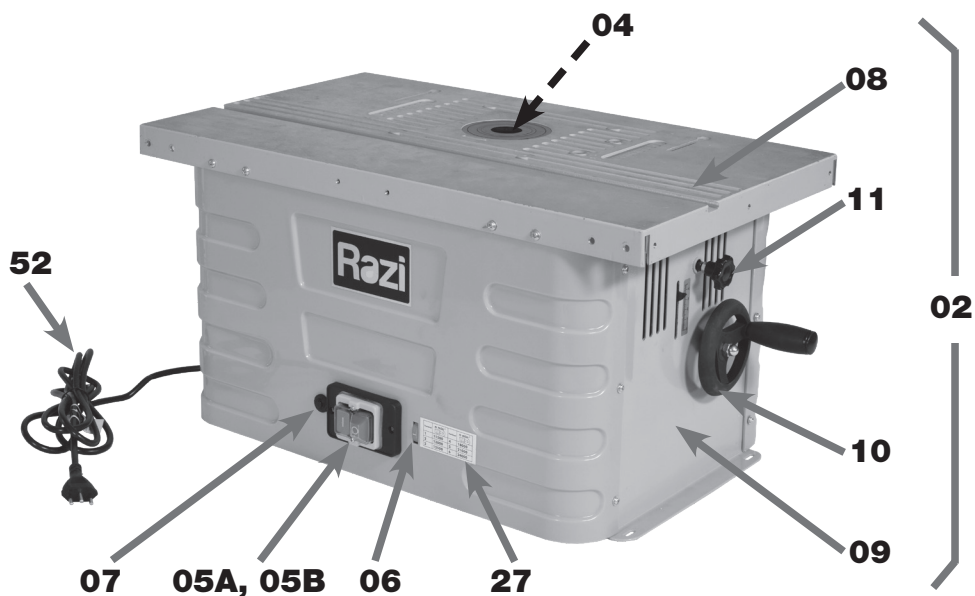

FIGURA 02 – Conjunto do Corpo da máquina
Em caso de EMERGÊNCIA, **ACIONAR** rapidamente o Botão DESLIGA (05B) (figura 02) e **DESCONECTAR** o plugue da tomada;
Quando houver intervenção de manutenção ou qualquer outro trabalho sobre a máquina, é necessário PRESSIONAR o Botão DESLIGA (05B) (figura 02), e DESCONECTAR o plugue da tomada, ou seja, da rede elétrica de energia. Desta forma, a máquina não oferece RISCO DE CHOQUE ELÉTRICO;
A Tupia de Bancada (01) é composta basicamente do Conjunto do Corpo da máquina (02) e diversos componentes associados, os quais instalados compõe todo este equipamento (figura 02).
Na parte externa e frontal estão instalados os Botões LIGA/DESLIGA (05A) e (05B), o Potenciômetro (06) de ajuste da rotação do Motor (03), e o Botão-Interruptor do Termostato (07) (figura 02).